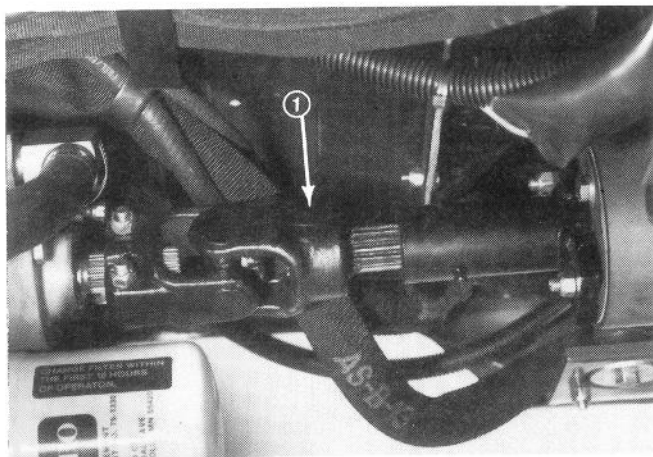

Fig. 17
1. Løsn og fjern skruerne, der fastholder drivakslen på motorens drivkobling. Løsn skruerne, der fastholder drivakslen på transmissionen (Fig. 17). Afmonter drivakslen.
5. Når bugseringen er overstået, skal drivakslen monteres igen (Fig. 17).